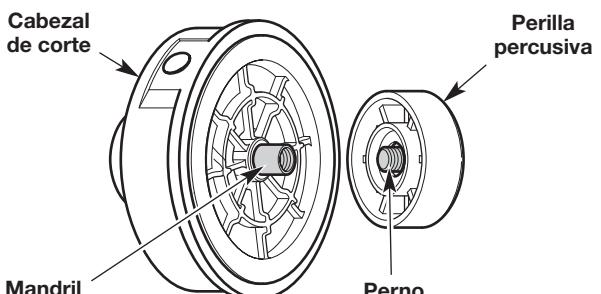

Fig. 26
1. Mantenga el cabezal de corte en su lugar (Fig. 26). Gire la perilla de impacto en el sentido de las agujas del reloj para desenroscarla del cabezal de corte (Fig. 26).
2. Inspeccione el perno que está dentro de la perilla de impacto para comprobar que se mueva libremente (Fig. 26). Reemplace la perilla de impacto si está dañada.
5. Mientras sujetas el carrete interior y la bobina exterior juntos, enrósque la perilla de impacto en sentido contrario a las agujas del reloj (Fig. 26). Ajuste firmemente la perilla de impacto.